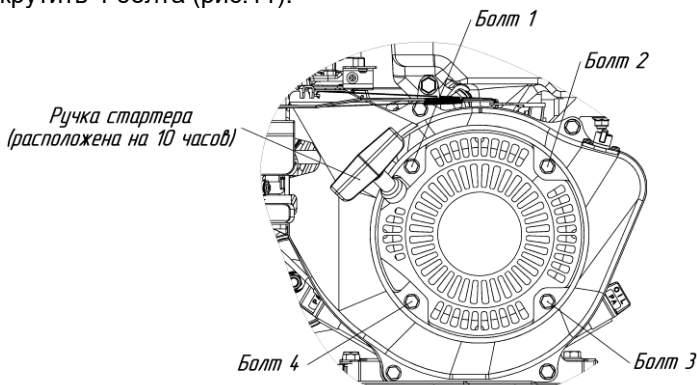

Рис.11 Схема крепления стартера на двигателе
- открутить 4 болта (рис.11);
- установить стартер на место таким образом, чтобы ручка стартера была расположена на 10 часов (рис. 11);
- закрутить 4 болта (рис.11).